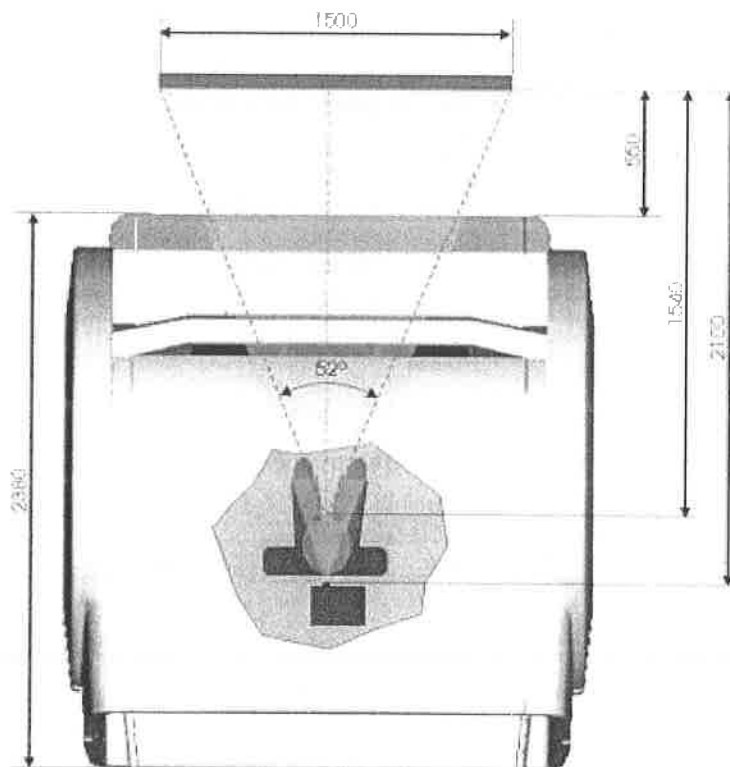

Figura 12: Esquema en planta del sistema de proyección (cotas en mm)
- Campo visual físico resultante: superior a 50° (ver Figura 12).